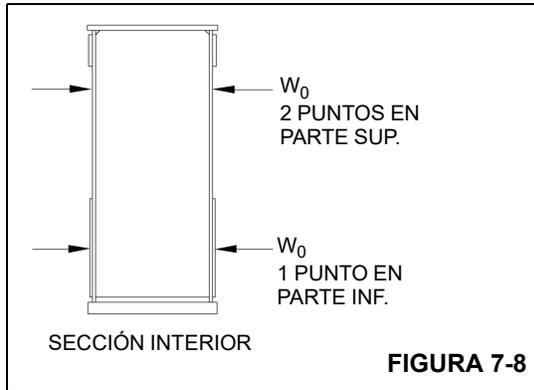

FIGURA 7-8
- Utilice el compás de espesores interiores/exteriores para medir el ancho exterior de la sección interior correcta (W_o , Figura 7-8) en la parte trasera de la sección y a tres pies de la parte trasera. Anote la medida más grande.
- Reste el ancho exterior más grande (W_o , Figura 7-8) de la sección interior y el grosor de las dos almohadillas (t_{wp} , Figura 7-9) del ancho interior de la sección exterior (W_i , Figura 7-7). Añada suplementos según se requiera (cada suplemento mide 0.03 o 0.06 de grosor) para ajustar las almohadillas de modo que haya una separación de 0.00-0.06 entre la parte más ancha de la sección interior del estabilizador y la parte más angosta de la sección exterior del estabilizador con los suplementos y las almohadillas instalados. Vea el ejemplo.